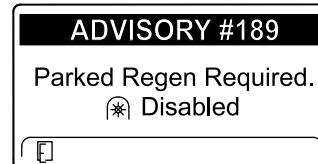

Figure 42
- Si vous n'exécutez pas de régénération en stationnement dans un délai de 2 heures, l'InfoCenter affiche ADVISORY #189 (avis n° 189) pour demander une régénération en stationnement – prise de force désactivée (Figure 42).